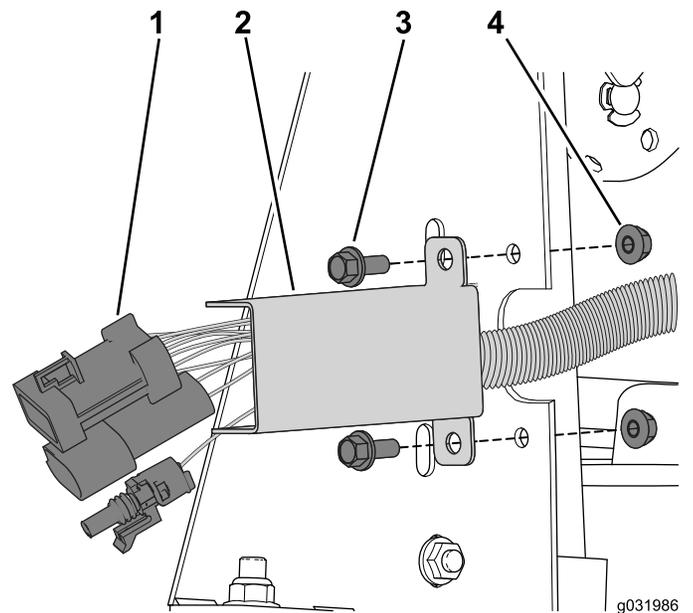

Bild 57
2. Befestigen Sie den Kabelbaum im Ausschnitt, indem Sie die Kabelabdeckung mit zwei Bundkopfschrauben und zwei Sicherungsmuttern am Seitenrahmen befestigen (Bild 57).